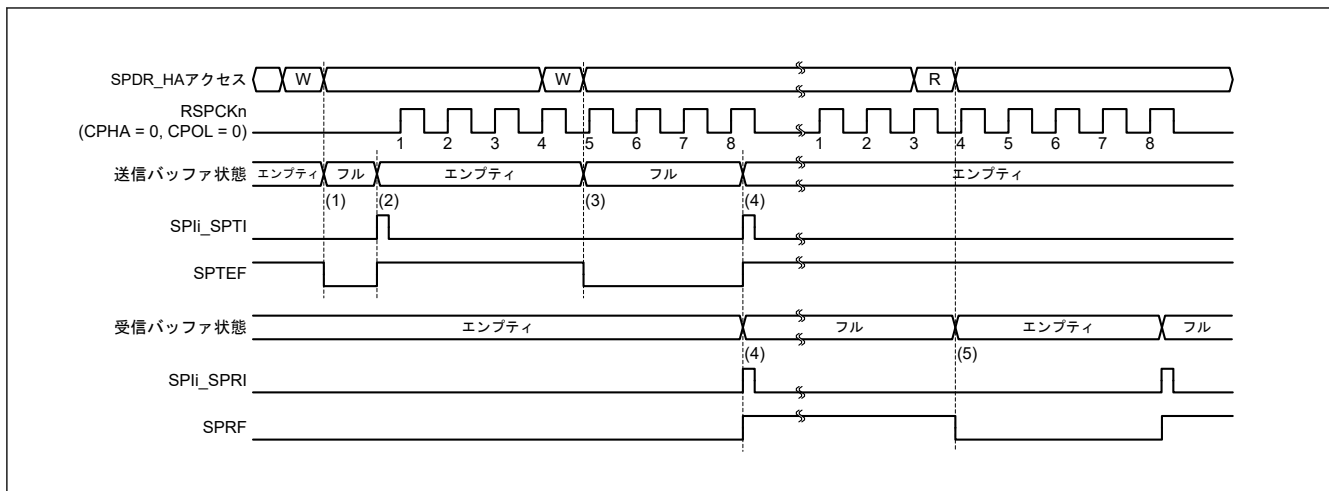
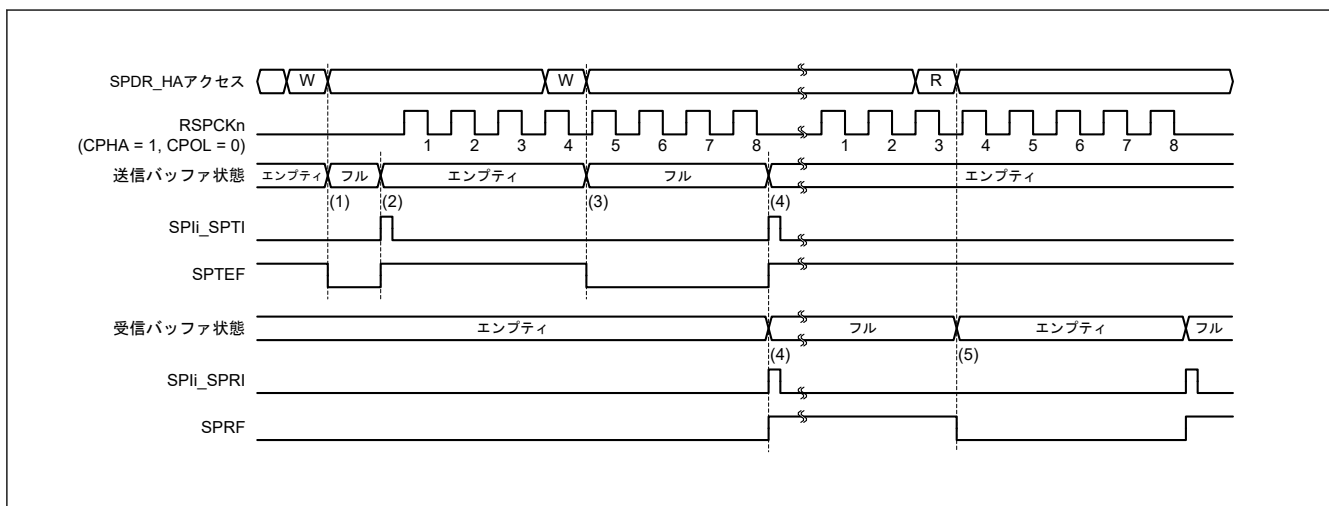

図 34.29 SPIi_SPTI、SPIi_SPRI 割り込みの動作例 (CPHA = 0、CPOL = 0)
図 34.30 SPIi_SPTI、SPIi_SPRI 割り込みの動作例 (CPHA = 1、CPOL = 0)
図 34.29 および図 34.30 に、送信バッファエンプティ割り込み (SPI_i_SPTI) と受信バッファフル割り込み (SPI_i_SPRI) の動作例を示します。図 38.26 および図 38.27 に記載した SPDR レジスタアクセスは、SPDR_HA レジスタへのアクセス状況を示しています。W は書き込みサイクル、R は読み出しサイクルを示しています。図 34.29 では、SPCR.TXMD ビットが 0、SPDCR.SPFC[1:0] ビットが 00b、SPCMDm.CPHA ビットが 0、SPCMDm.CPOL ビットが 0 の設定で、SPI が 8 ビットのシリアル転送を実行しています。図 34.30 では、SPCR.TXMD ビットが 0、SPDCR.SPFC[1:0] ビットが 00b、SPCMDm.CPHA ビットが 1、SPCMDm.CPOL ビットが 0 の設定で、SPI が 8 ビットのシリアル転送を実行しています。RSPCK_n 波形の下に記載した数字は、RSPCK サイクル数 (= 転送ビット数) を示しています。
以下に、図 34.29 および 図 34.30 の (1)~(5) での SPI の動作内容を説明します。